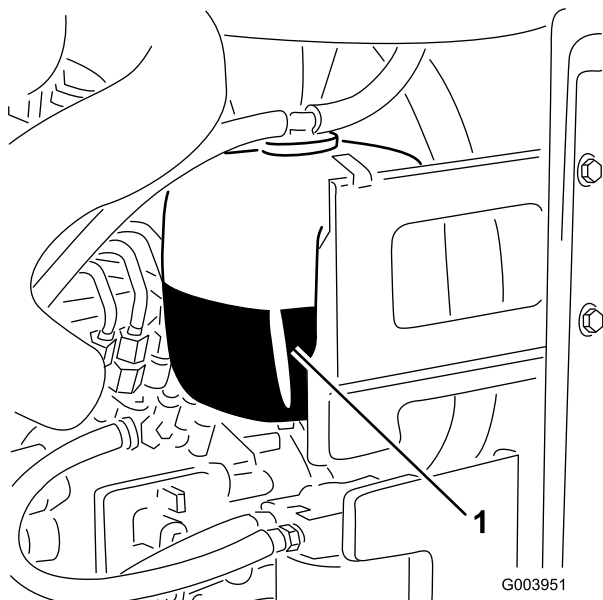

Figura 32
1. Compruebe el nivel de refrigerante en el depósito de expansión (Figura 32).